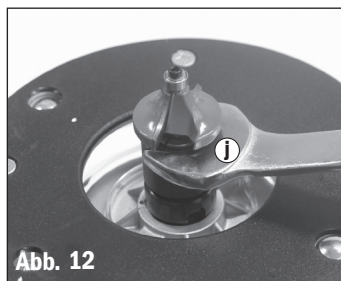

Abb. 12
3. Mit dem mitgelieferten Mausschlüssel (j) das Spannfutter leicht drehen, so dass die Spannfuttersicherung einrasten kann. Sobald dies geschehen ist, den Schlüssel zum Lösen gegen den Uhrzeigersinn bzw. zum Einspannen des Fräasers im Uhrzeigersinn drehen. **Abb. 12**.